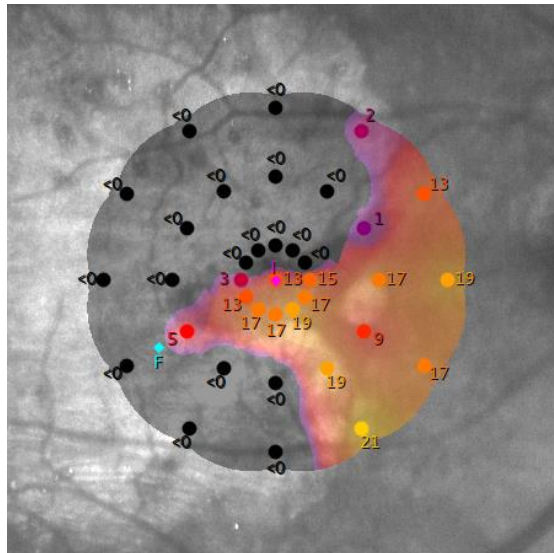

Fig. 52 – Mapa de sensibilidad interpolada (estrategia 4-2)
- Estímulos y umbral relativo en dB: también es posible ver el mapa de sensibilidad interpolada (véase Fig. 52), un mapa en 2D que representa la sensibilidad en cada punto de la retina utilizando la información procedente de los estímulos cercanos;
Visualizar los estímulos y los valores umbral correspondiente/visualizar los estímulos y el mapa de sensibilidad interpolada (véase Fig. 52)/deshabilitar la visualización estímulos/visualizar ID de estímulos [precedido de «#» (4 opciones)